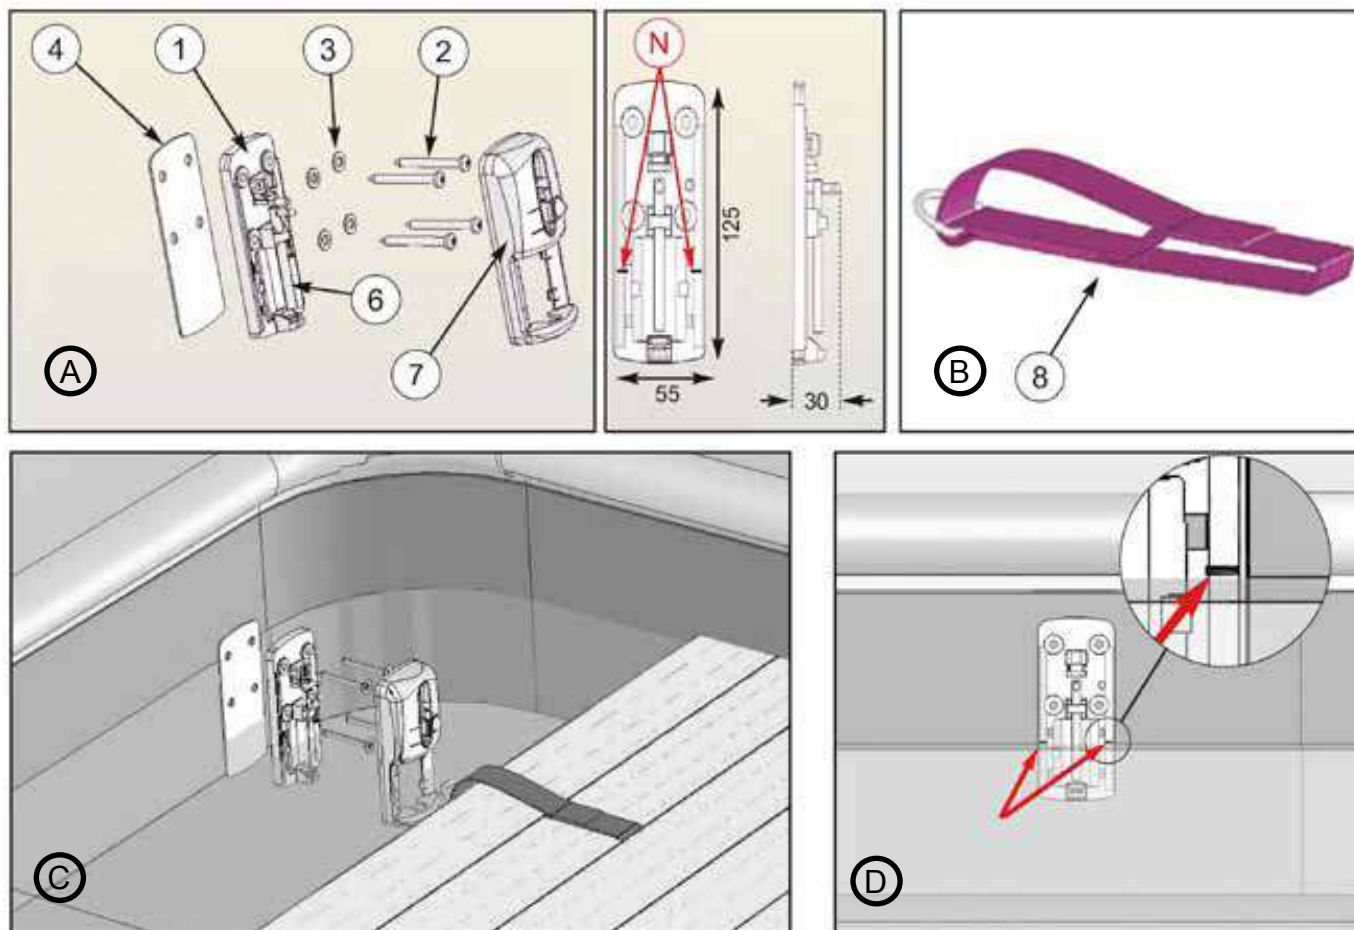

Figura 47 – (da A a D) Posa degli attacchi dell'avvolgibile al livello dell'acqua
La posa degli attacchi è descritta in **Figura 47**.
Le cinghie di ancoraggio sono già in posizione sulle prime due lamelle dell'avvolgibile. Utilizzare le piastre di aggancio (1) come sagoma di foratura per pre-forare la parete nelle posizioni degli attacchi dell'avvolgibile, cioè sulle pareti opposte all'asse, esattamente di fronte alle cinghie di attacco. Posizionare queste piastre di aggancio in modo che i riferimenti N siano a livello dell'acqua **Figura 47**.